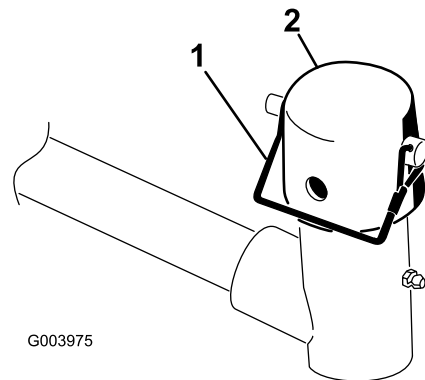

Figura 7
6. Togliete il perno di ritenuta e il cappuccio dalla forcella del braccio di sollevamento (Figura 7).
10. Fissate il cappuccio e l'albero del telaio portante alla forcella del braccio di sollevamento con il perno di ritenuta (Figura 7).